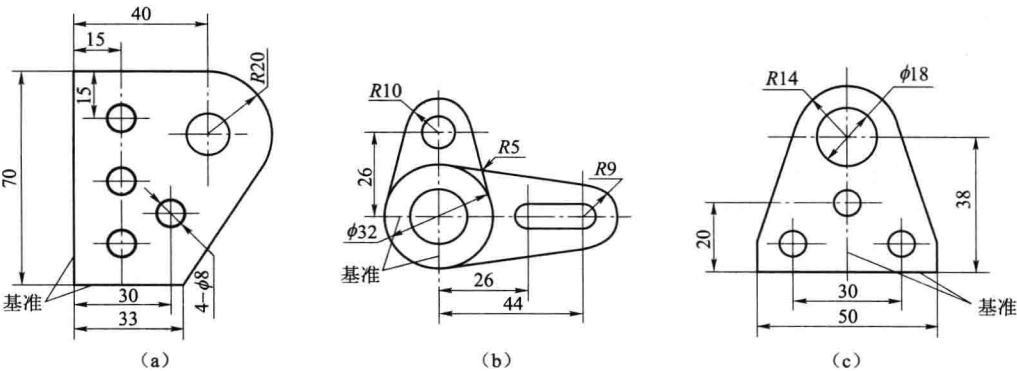

图 1.2.2 划线基准的类型
划线基准的类型（图 1.2.2）：
- 1) 以两个相互垂直的平面（或直线）为基准 [图 1.2.2（a）]。
- 2) 以两条互相垂直的中心线为基准 [图 1.2.2（b）]。
- 3) 以一个平面（或直线）和一条中心线为基准 [图 1.2.2（c）]。